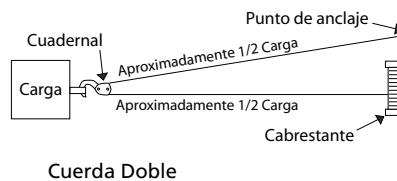

Figura 4
2. PARA LAS CARGAS MAS GRANDES, SE RECOMIENDA EL USO DE UN CONJUNTO DE CUADERNAL Y GANCHO PARA PONER EL CABLE METALICO CON CUERDA DOBLE (Vea la Figura 4). Esto reduce la carga en el cabrestante y el esfuerzo en el cable metálico aproximadamente 50%. No enganche de vuelta al cabrestante. Siempre asegure el gancho hasta un punto que sea lo suficientemente resistente como para llevar la carga.